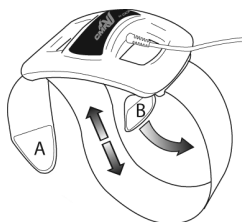

Figure 1
1. Retirer la languette Velcro « A » puis desserrer la sangle. (Figure 1)
5. Pour raccourcir ou rallonger la sangle, déplacer la languette Velcro « B » le long de la sangle. (Figure 1)
6. Pour serrer ou desserrer la sangle, retirer et repositionner le languette Velcro « A ». (Figure 1)